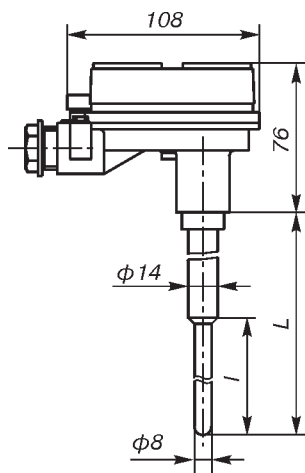

Рис. 1.
- защитной оболочки кабеля (рис.1, 2);